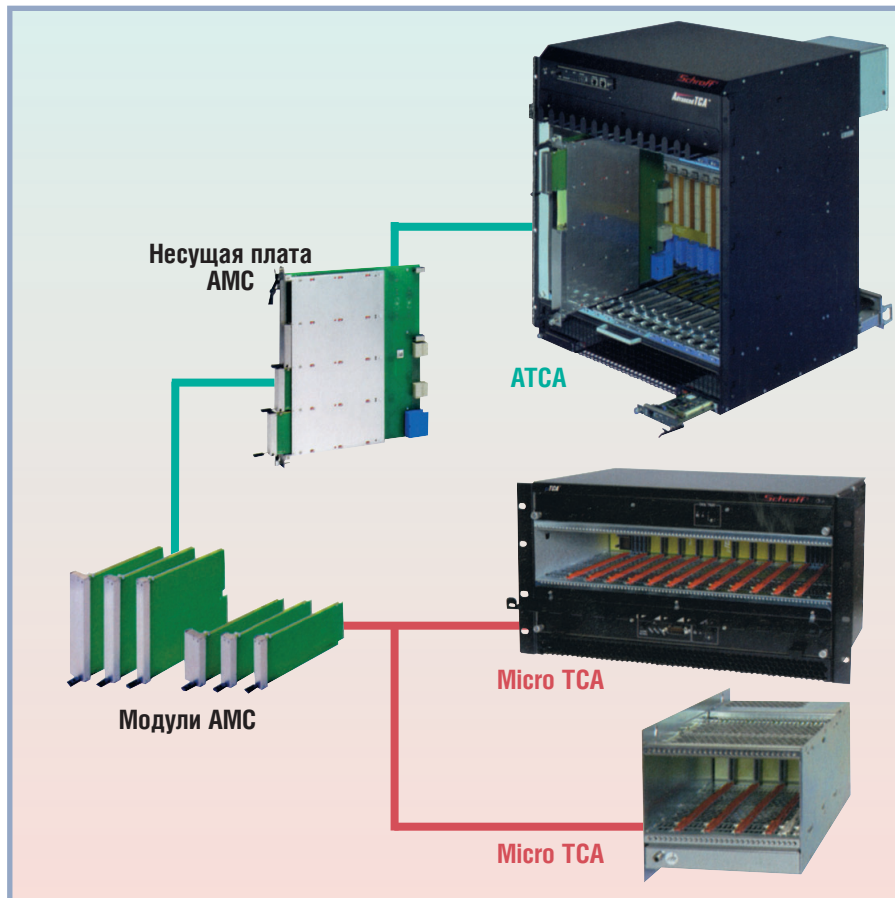

Рис. 9. Общее в концепциях ATCA и MicroTCA — применение модулей AMC, отличие — отсутствие в архитектуре MicroTCA несущей платы
Разработка перспективной архитектуры MicroTCA (микроTCA) для создания компактных модульных систем нового поколения началась в 2005 году. За основу были взяты недорогие модули AMC малого формата, объединённые задней панелью. Потенциальная область применения таких систем достаточно широка и включает физические исследования, решения инженерных задач, медицину и биологию, робототехнику, военные приложения и др. Общая концепция сводится к тому, что дочерние модули для ATCA могут применяться и в новой архитектуре MicroTCA (рис. 9). Статус спецификации новой разработки усилился благодаря включению её в программу COM, в результате чего был создан релиз COM.0, известный как COM Express. Он основан на расширенной спецификации EXT. Компактные системы должны обеспечить высокие скорости передачи между платами и устройствами ввода-вывода. Задняя панель становится ядром взаимодействия модулей в системе. Скорость передачи цифровых сигналов — до 5 Гбит/с, и ожидается дальнейший рост требований по повышению частоты передачи сигналов, что неизбежно должно привести к развитию технологии соединения модулей по задней панели. Проблема увеличения полосы частот связана с созданием соединителей с соответствующими ёмкостями, импедансами, индуктивностями, с допустимыми наводками и отражениями сигналов. Ряд промышленных производителей уже предлагает разьёмы, удовлетворяющие полосе частот до 2,5...3,187 Гбит/с для 10G Ethernet, 10G Fiber Channel (FC), Serial SCSI, Serial ATA 2 (SATA 2), Infiniband.